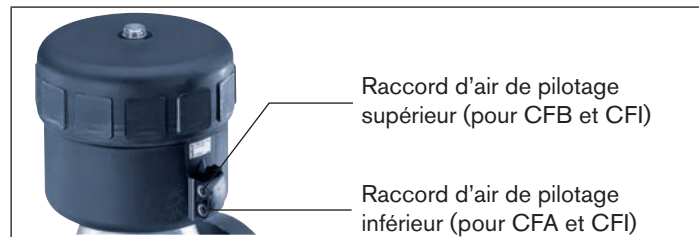

Fig. 2 : Raccord d'air de pilotage
→ Appliquez de l'air comprimé sur le raccord d'air de pilotage inférieur (valeur indiquée sur la étiquette d'identification) (voir « Fig. 2 »).
- Appliquez de l'air comprimé sur le raccord d'air de pilotage inférieur (valeur indiquée sur la étiquette d'identification) (voir « Fig. 2 »).
- Appliquez de l'air comprimé sur le raccord d'air de pilotage supérieur (valeur indiquée sur la étiquette d'identification) (voir « Fig. 2 »).